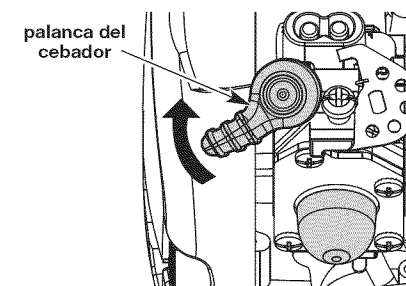

Fig. 9
4. Dé la vuelta a la palanca del cebador agujas del reloj hasta que encaje (fig. 9).